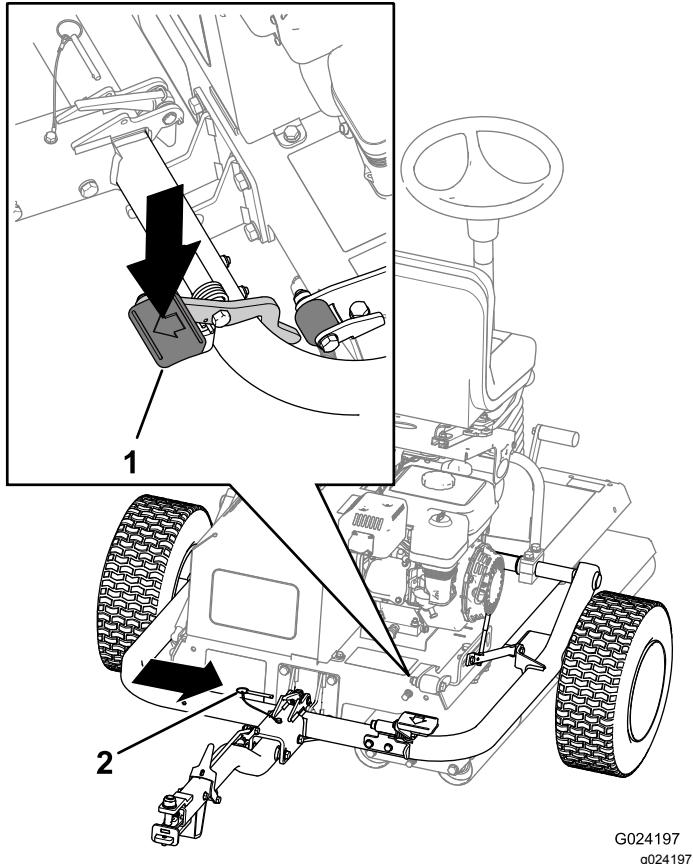

Figure 27
- C. Appuyez sur la pédale d'attelage jusqu'à ce que l'attelage se verrouille en place (Figure 27).
- D. Insérez la goupille de blocage (Figure 27).